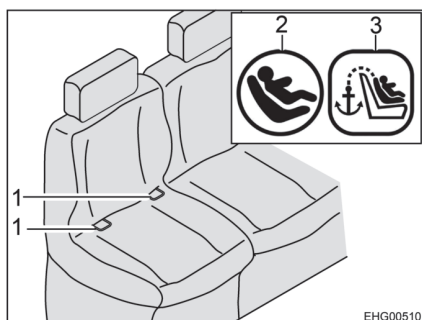
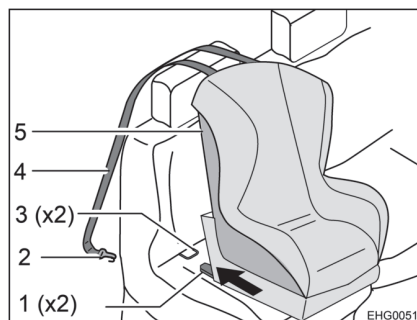

Bild 14 Stol med Isofix
Bild 15 Fastsättning med övre hållrem
- Låt låsarm (Bild 15,1) i fästbygel (Bild 14,1 och Bild 15,3) klicka på plats. Ett tydligt klickande ljud ska höras.
- Kontrollera med ett kraftigt ryck om barnstolen (Bild 15,5) sitter fast.
- För det övre hållremsskärpet (Bild 15,4) över sätets nackstöd.
- Haka fast fästkroarna (Bild 15,2) på förankringspunkten på baksidan av nackstödet på fordonssitsen.